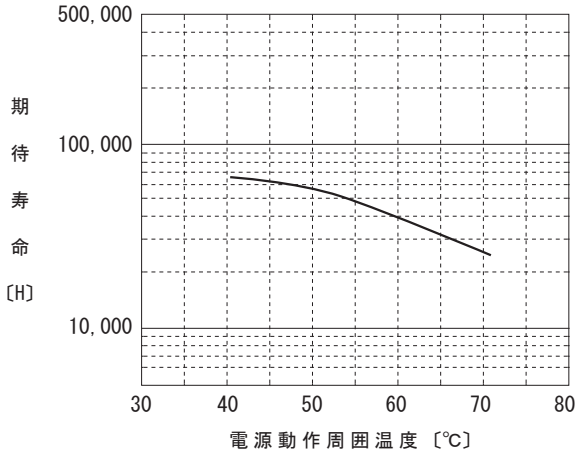

図 5.4 ファン推定寿命
■使用条件によってファンの推定寿命 (R (t) =90%) は図 5.4 のようになりますので、ファンは定期的に交換が必要です。ファンユニットはオプションパーツの項をご参照ください。